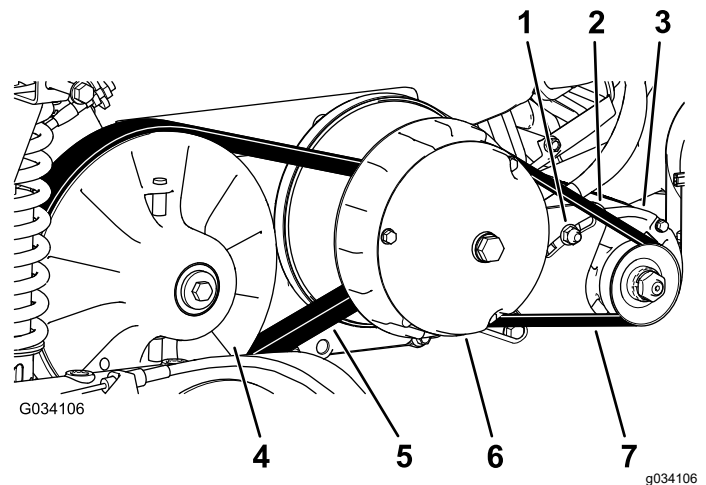

Figure 66
6. Faites tourner la courroie (Figure 66) et vérifiez qu'elle n'est pas excessivement usée ou endommagée.
3. Faites tourner la courroie et faites-la passer sur l'embrayage secondaire (Figure 66).
4. Enlevez la courroie de l'embrayage primaire (Figure 66).
5. Alignez la courroie neuve sur l'embrayage principal (Figure 66).
6. Faites tourner la courroie et faites-la passer sur l'embrayage secondaire (Figure 66).
2. Desserrez l'écrou de pivot du démarreur-alternateur (Figure 66).
4. Appuyez sur le levier pour faire pivoter le démarreur vers le bas dans la fente jusqu'à ce que la tension de la courroie produise une flèche de seulement 6 mm quand une force de 44 N·m est appliquée (Figure 66).
5. Serrez l'écrou de pivot à la main et enlevez le levier (Figure 66).